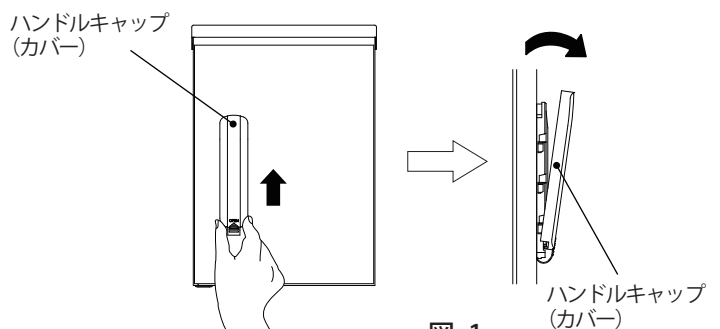

図 1
1. ハンドルキャップ(カバー)を上へ 10mm程度押し上げた後、手前に引いて開けてください。(図 1)